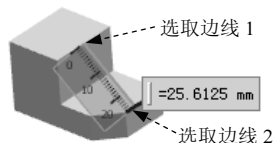

图 7.1.3 线到线的距离
Step4. 测量线到线的距离 (图 7.1.3)，操作方法参见 Step3，先选取边线 1，后选取边线 2，单击 **应用** 按钮。